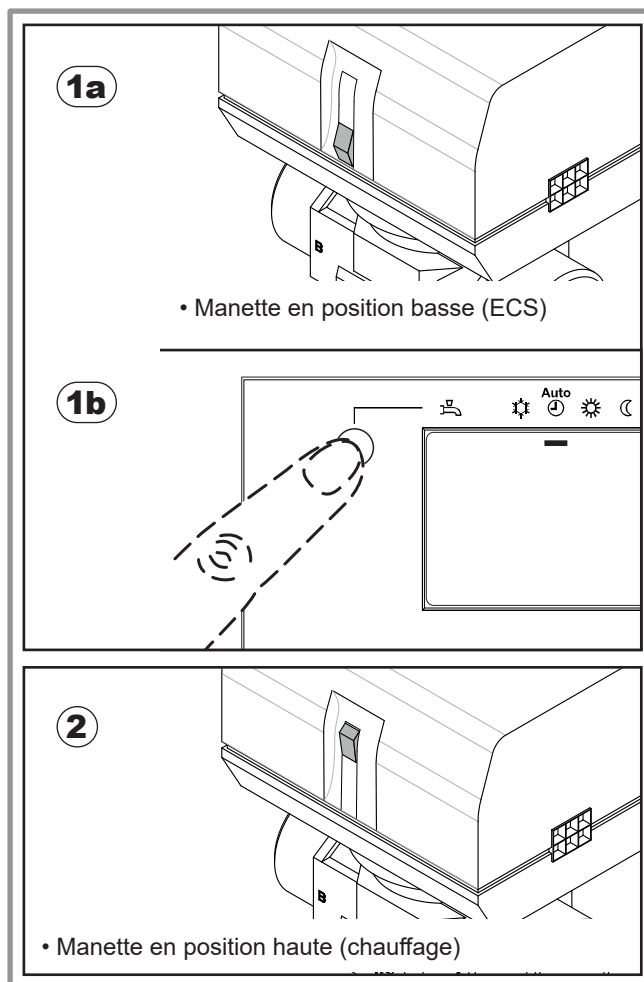

figure 48 - Vanne directionnelle en position chauffage
• **1a** - Si la manette de la vanne directionnelle est en position basse (position ECS) (figure 48) :
• **1a** - La manette de la vanne directionnelle doit être en position basse (position ECS) (figure 48).
• **1** - Si la manette de la vanne directionnelle est en position basse (position ECS) (figure 48) :